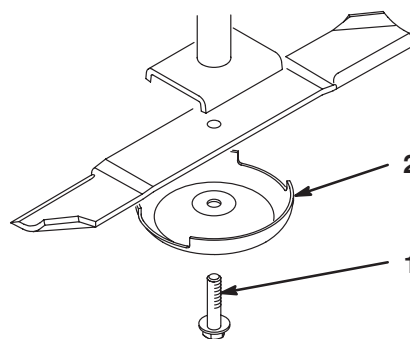

Bild 89
2. Halten Sie das Ende des Messers mit einem stark wattierten Handschuh oder wickeln Sie einen Lappen um es herum. Entfernen Sie die Messerschraube, die Antiskalpierschale und das Messer von der Spindelwelle (Bild 89).